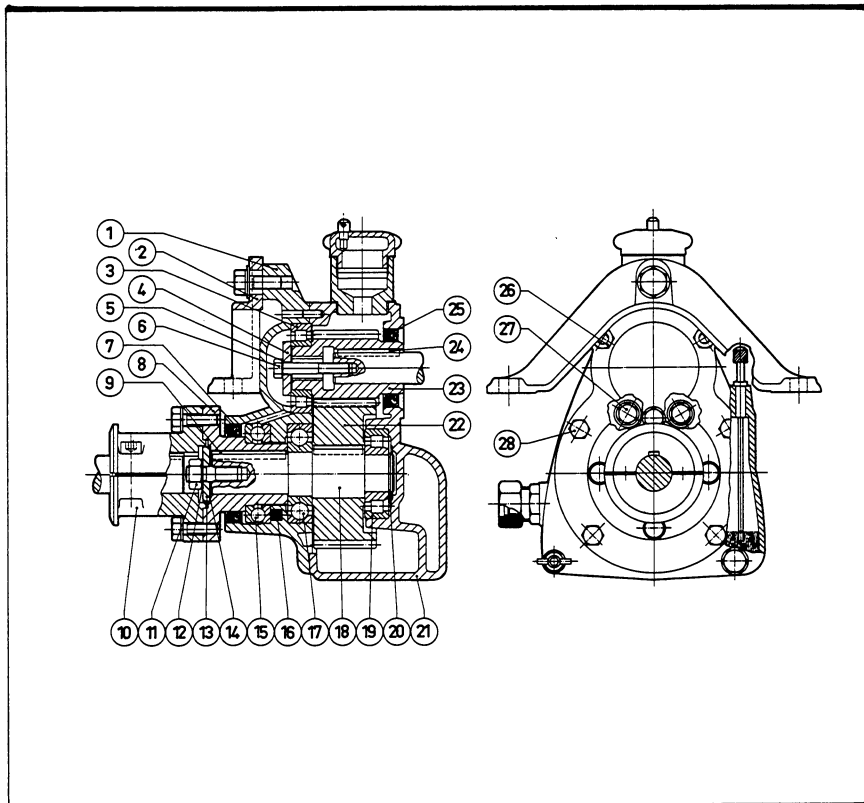

Bild 2
- 1 Lossa skruvarna 25 (5 st) (bild 2) som håller mellandelen 23. Mellandelen 23 med stativet 26 kan nu lossas från cylinderblocket samtidigt som man lossar kedjan från kedjehjulet 24.
- 1 Montera kedjehjulet 24 (bild 2) komplett med spärrhaken 2. Kedjehjulet 24 vrids så att spärrhaken 2 kommer i sitt nedre läge och så att en linje genom de båda skruvarna 1 blir vågrät (det läge som visas på bild 2).
- 3 För på plats mellandelen 23 och stativet 26 hopmonterade och med kedjan monterad på övre kedjehjulet 27, samtidigt som kedjan monteras på nedre kedjehjulet 24. Startveven skall vid monteringen hänga lodrätt (som på bild 2).
- 4 Montera skruvarna 25 (5 st). OBS! Den korta skruven (synlig på bild 2) skall monteras överst innanför mellandelen.
- 1 Montera kilen 20 (bild 2) och för växelhuset och klämhylsan 21 på plats. Växelhuset låses där- efter med klämhylsan 21. Se till att dubben 19 passas i hålet på axeln (vid motor utan kedjestart kan mellandelen 23 monteras efter att växelhuset och klämhylsan 21 har monterats). OBS! Om mel- landelen 23 har demonterats på motor utan kedjestart, se då till vid monteringen att den korta skruven 25 monteras överst.
Punkterna 5, 6, 7, 8, 9, 10 och 11 i nedanstående instruktion behöver endast följas om backslaget också har demonterats eller om justermuttern 14 (bild 2) av någon anledning har ändrat läge.
- 3 Montera kugghjulet 23 med inre lagerbanan för rullagret 3 så att kugghjulet 23 ligger an mot kullagret 12 (bild 2).
- 6 Skruva justermuttern 14 (bild 2) bakåt på axeln så att låsbrickan 13 med justermuttern 14 ligger stumt an mot kullagret 12.
- 8 Skruva justermuttern 14 (bild 2) ytterligare $\frac{1}{2}$ varv bakåt på axeln och se samtidigt till att ett av spåren i muttern kommer mitt för en av låstungorna på låsbrickan 13. Vik ner låstungan så att muttern låses. Detta sker lämpligen med en smal mejsel.
- 9 Montera kugghjulet 23 (bild 1) så att det åter ligger an mot kullagret 12 (bild 2). Montera brickan 4 (bild 1) samt skruven 6 med låsbrickan 5. Dra till skruven 6 ordentligt.
- 10 Ställ manöverspaken i friläge och kontrollera att kugghjulet 23 kan vridas runt för hand. Om det inte är möjligt, upprepas justeringen under punkterna 7, 8 och 9 men nu skruvas justermuttern 14 (bild 2) ytterligare bakåt endast mycket litet, t.ex. en vridning motsvarande ett spår i justermuttern 14.
Punkterna 6, 7, 8, 9, 10, 11 och 12 i nedanstående instruktion behöver endast följas om backslaget också har demonterats eller om justermuttern 14 (bild 2) av någon anledning har ändrat läge.
- 4 Montera kugghjulet 23 med inre lagerbanan för rullagret 3 så att kugghjulet 23 ligger an mot kullagret 12 (bild 2).
- 7 Skruva justermuttern 14 (bild 2) bakåt på axeln så att låsbrickan 13 med justermuttern 14 ligger stumt an mot kullagret 12.
- 9 Skruva justermuttern 14 (bild 2) ytterligare $\frac{1}{2}$ varv bakåt på axeln och se samtidigt till att ett av spåren i muttern kommer mitt för en av låstungorna på låsbrickan 13. Vik ner låstungan så att muttern låses. Detta sker lämpligen med en smal mejsel.
- 10 Montera kugghjulet 23 (bild 1) så att det åter ligger an mot kullagret 12 (bild 2). Montera brickan 4 (bild 1) och skruven 6 med låsbrickan 5. Dra till skruven 6 ordentligt.
- 11 Ställ manöverspaken i friläge och kontrollera att kugghjulet 23 kan vridas runt för hand. Om det inte är möjligt, upprepas justeringen under punkterna 8, 9 och 10, men nu skruvas justermuttern 14 (bild 2) ytterligare bakåt endast mycket litet, t.ex. en vridning motsvarande ett spår i justermuttern 14.